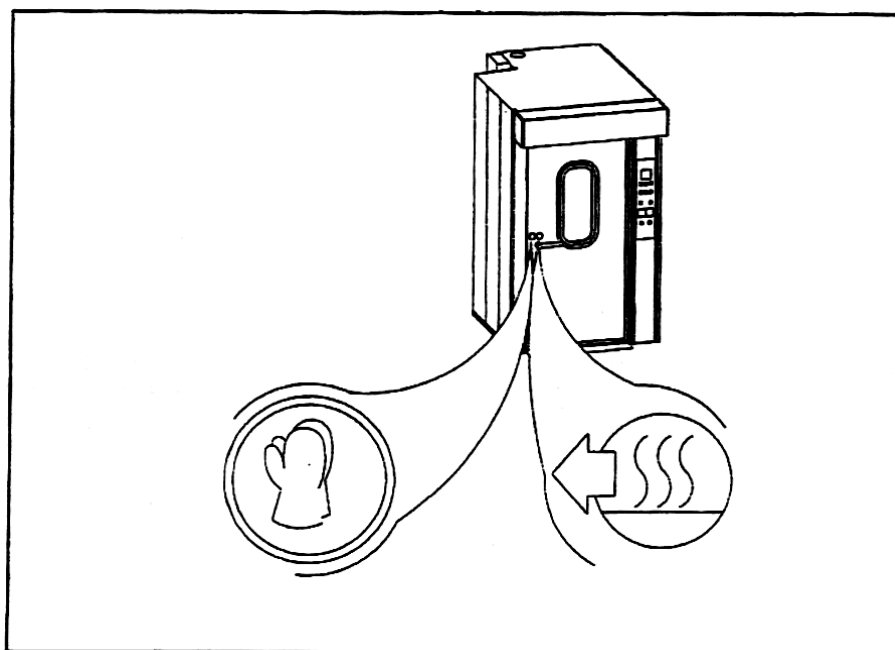

Рис. 18
- Укрепите идентификационную табличку и предупреждающие сигналы, как показано на **Рис. 18 - 19**.